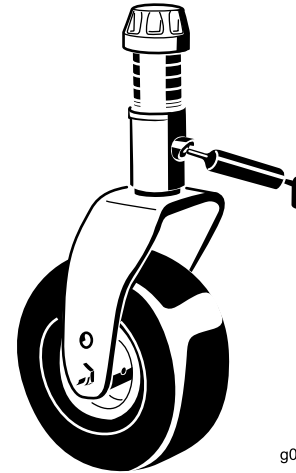

Рисунок 42
- Втулка вала вилки поворотного колеса (1 шт.) (Рисунок 42)